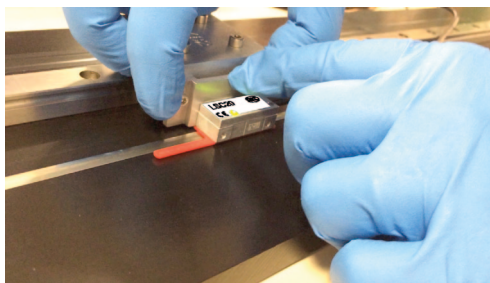

Abb. 4:
2. Legen Sie ein Einstellplättchen zwischen das Unterteil des Sensorkopfes und das Oberteil der Skala und drücken Sie sie in die Z-Achse. Das Einstellplättchen kann entweder parallel oder senkrecht zur Skala eingefügt werden. Das Einstellplättchen hat Aussparungen, die die Überwachung des Signalpegels während der Sensormontage ermöglichen Abb. 4.